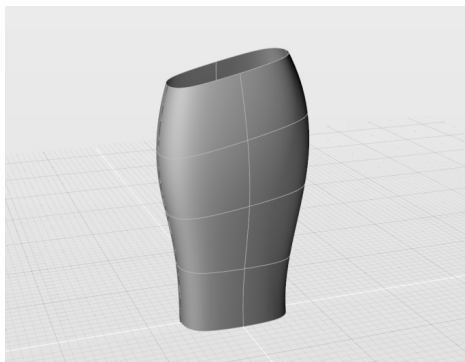

图 4-86 获得双轨道曲面
2) 激活“双轨道”工具，当控制台提示“拾取剖面曲线”时，选择最底部的曲线；当控制台提示“拾取起点附近的轨道曲线#1”时，点选侧面一条曲线的起始一端；当控制台提示“拾取起点附近的轨道曲线#2”时，点选侧面另外一条曲线的同侧起始一端，获得结果如图 4-86 所示。